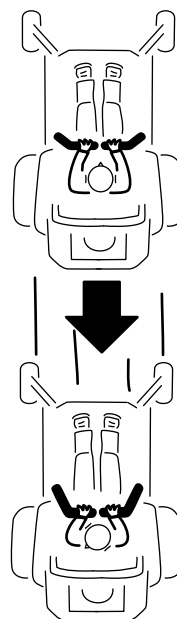

Figura 25
2. Per fare marcia indietro tirate lentamente indietro le leve di controllo del movimento (Figura 25).